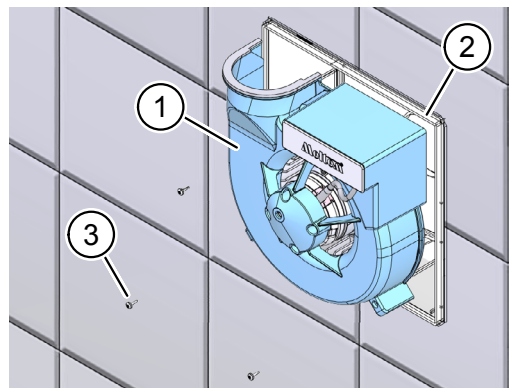

Abb. 8: Lüftermotor einsetzen
- ▶ Positionieren Sie den Lüftermotor (Pos. 1 in Abb. 8) so, dass die Ausblasöffnung des Lüftermotors mit der Ausblasöffnung des Gehäuses (Pos. 2 in Abb. 8) übereinstimmt.
- ▶ Befestigen Sie den Lüftermotor mit den drei Kreuzschlitzschrauben (Pos. 3 in Abb. 8) 3,5 x 12.